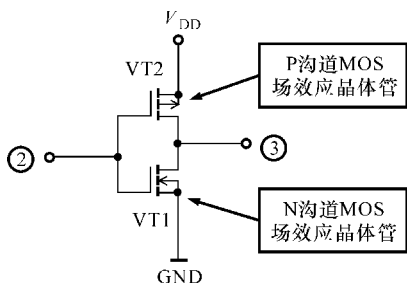

图 9-11 互补对称场效应晶体管的工作原理
MOS 场效应晶体管有 N 沟道和 P 沟道之分，用两者组成的互补对称的电路简称 CMOS 互补输出电路，图 9-11 所示为互补对称场效应晶体管的工作原理。当输入端②为高电平（数字“1”）输入时，N 沟道场效应晶体管导通，③脚输出低电平（数字“0”）；当②脚输入低电平（数字“0”）时，P 沟道场效应晶体管导通，③脚输出高电平（数字“1”）。